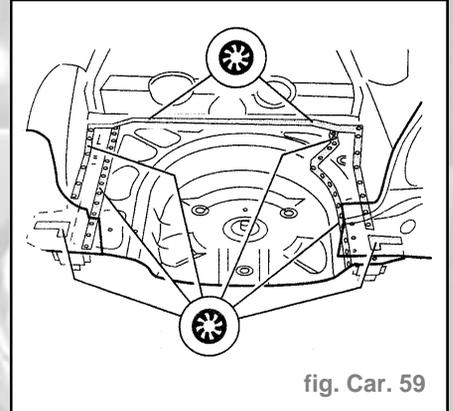

fig. Car. 59
- Souder la panneau latéral à la pointeuse électrique (fig. Car. 59).
- Souder le plancher de coffre en cordon continu sous gaz de protection (fig. Car. 59).